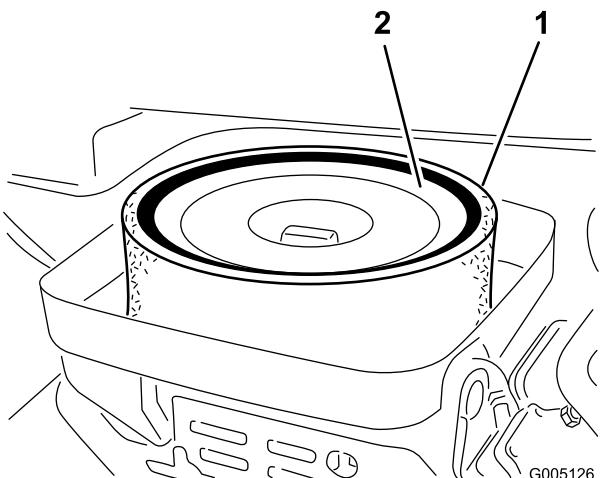

Figura 48
- Si el elemento de gomaespuma está sucio, sepárelo del filtro de papel (Figura 48). Límpielo a fondo, de la manera siguiente: